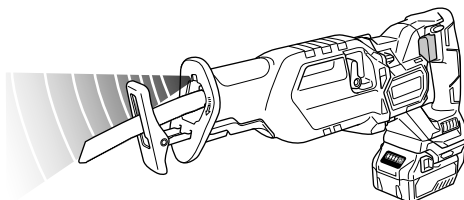

Fig. 20
**MESSAGES D'ALERTE PAR TÉMOIN DEL (Fig. 20)**